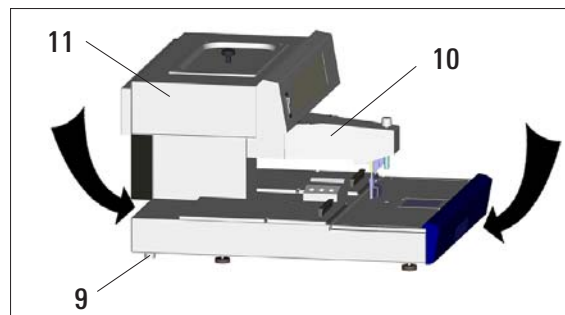

Fig. 4
- Per sollevare lo strumento (6), trattenerlo dalla parte anteriore e posteriore della piastra di base (Fig. 4) ed alzarlo dall'imbottitura di spugna (8).